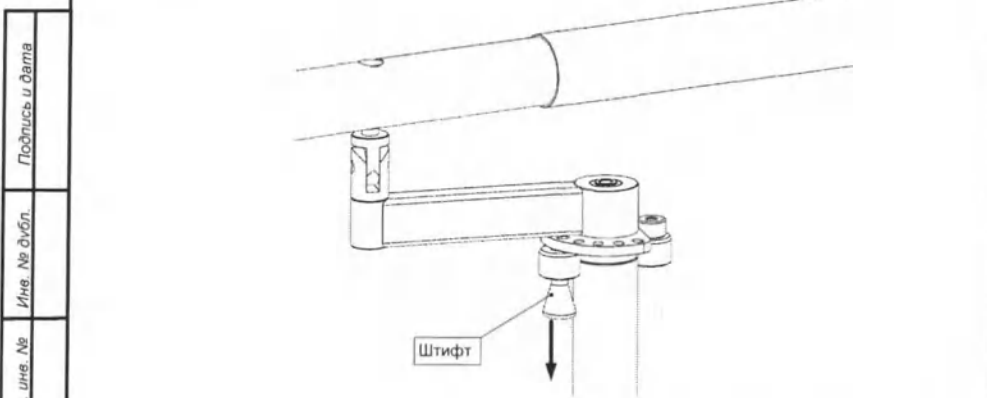

Рисунок 31 – Расположение штифтов регулируемых поручней для регулировки по ширине
- Освободите поручень, потянув штифты, расположенные в передней и задней частях поручня, вниз (см. рисунок 31).